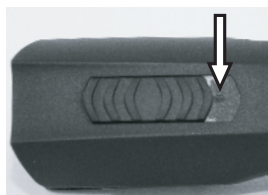

Fig. 4 Bryter i AV-posisjon ("0°")
1. Kontroller kontaktene på klippemaskinen (1) og batteriet (2) for fremmedelementer og kontaminasjon.
2. Forviss deg om at bryteren på klippemaskinen er i AV-posisjon ("0") (fig. 4).
1. Sett bryteren på "0" (fig.4).
2. Trykk batterisperren (2) på begge sidene inn, og dra batteriet (1) ut av klippemaskinen.
3. Skyv det ladede batteriet (1) inn i klippemaskinen (2) til batterisperren går i lås på begge sider.